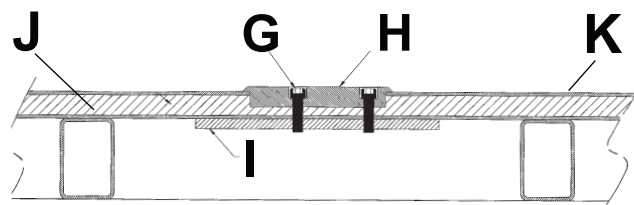

Abbildung 4 – Bodenplatte in den versenkten Öffnungen befestigen
- Die Bodenplatten (H) mit jeweils zwei 3/8-Zoll-Innensechskantschrauben (1 cm) (Güteklasse 8) (G) in den versenkten Öffnungen verankern, wobei die angesenkten Löcher nach oben zeigen müssen (Abbildung 4).
- Für zusätzliche Stützung sind Stahlspannplatten (oder Ähnliches) (I) (nicht im Lieferumfang enthalten) erforderlich (Abbildung 4).